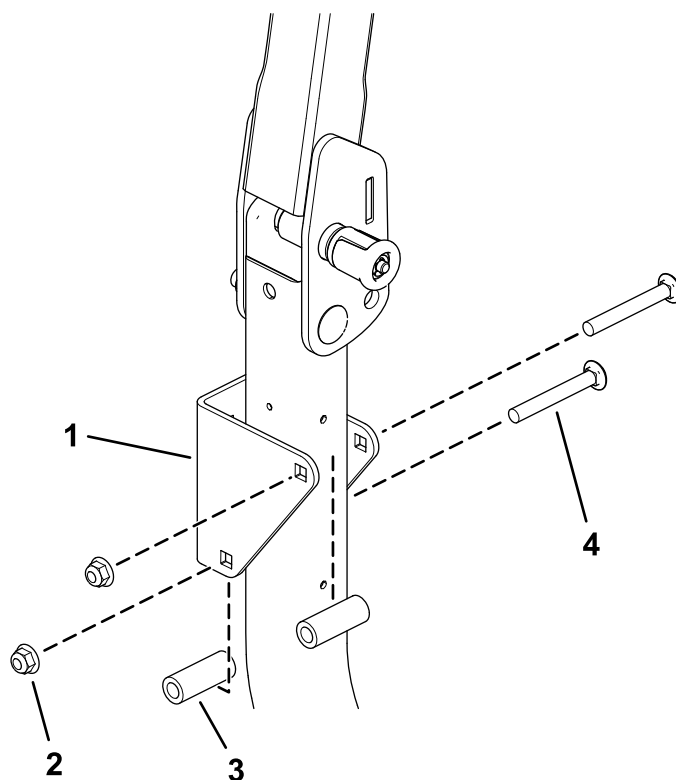

Figura 3
2. Instale el soporte de montaje en el poste derecho de la barra antivuelco con 2 espaciadores tubulares, 2 pernos de cuello cuadrado (3/8" x 3") y 2 tuercas con arandela prensada (3/8"), como se muestra en la Figura 3.